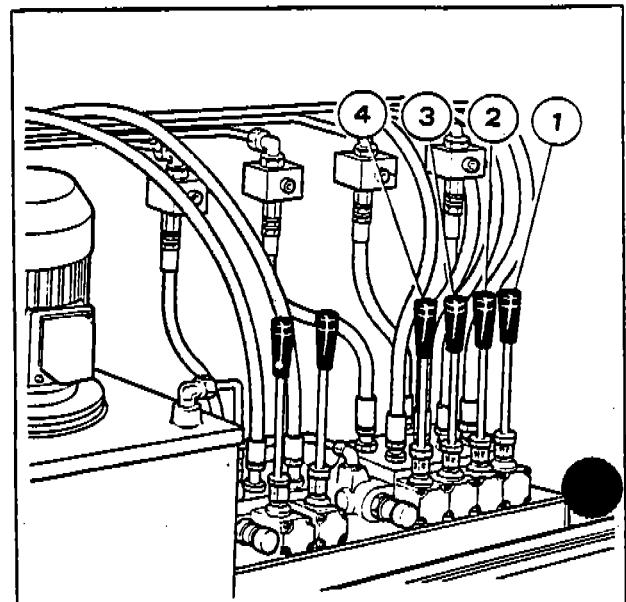
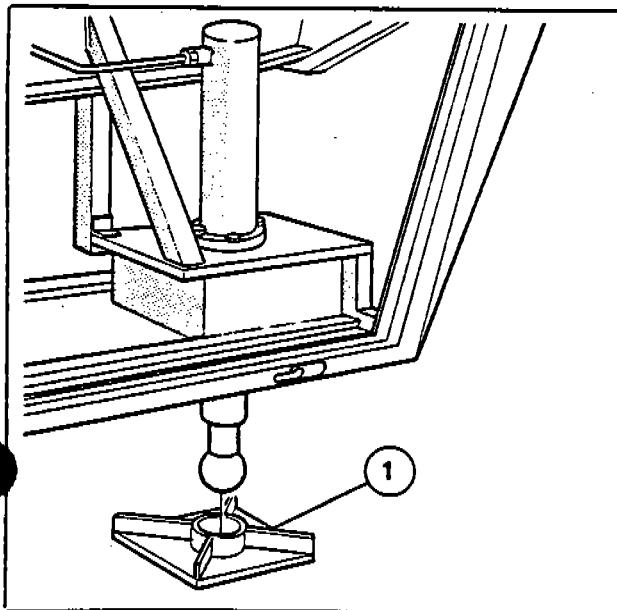

Fig. 4
Fig. 5
- a) Posizionare la piastra (1-Fig. 5) di appoggio sotto lo stelo del cilindro stabilizzatore, facendo attenzione che sede stelo sulla piastra e stelo, siano centrati.
- b) Lift the trailer hydraulically, with the handles as per Fig. 4:
- b) Sollevare il carro, azionando le leve distributore (Fig. 4):
c) Con una bolla di precisione, controllare il livellamento e se necessario, livellare il carro agendo sulle leve (Fig. 4) dei martinetti stabilizzatori (Fig. 5), fino a portarlo in posizione perfettamente orizzontale.
a) Place support plate (1-Fig. 5) under the stabilizing cylinder stem, paying attention that stem seat on plate and stem are aligned.
b) Lift the carriage, by activating distributor levers (Fig. 4):
c) Using a spirit level, check for correct levelling; if necessary level the carriage by means of jack arms (Fig. 5) levers (Fig. 4), until reaching the horizontal position.
a) Posizionare la piastra (1-Fig. 5) di appoggio sotto lo stelo del cilindro stabilizzatore, facendo attenzione che sede stelo sulla piastra e stelo, siano centrati.
b) Sollevare il carro, azionando le leve distributore (Fig. 4):
c) Con una bolla di precisione controllare il livellamento e se necessario, livellare il carro agendo sulle leve (Fig. 4) dei martinetti stabilizzatori (Fig. 5), fino a portarlo in posizione perfettamente orizzontale.